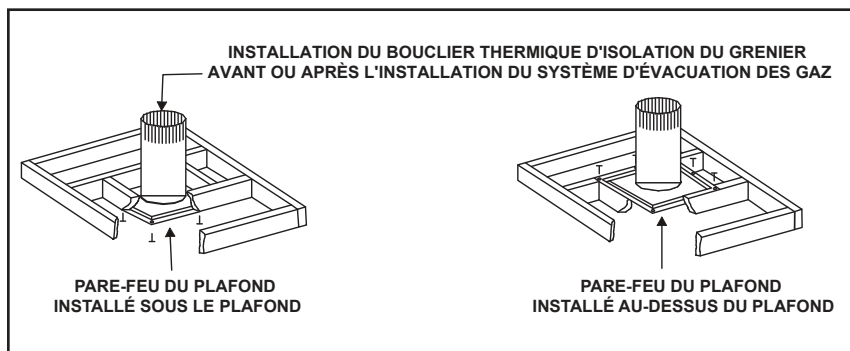

Figure 5.4 Installation du bouclier thermique du grenier
- Le coupe-feu de plafond peut être installé au-dessus ou en dessous des poutres de soutien du plafond lors de l'installation avec un bouclier isolant de grenier. Il doit se trouver sous les poutres de soutien entre les planchers non isolés. Consultez la figure 5.4.